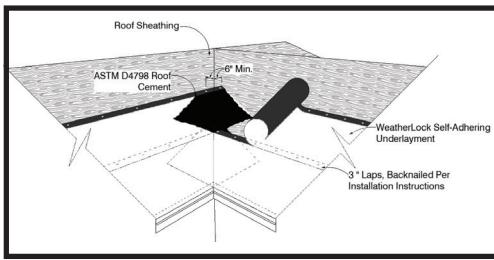

Fig. 3
9. Optional Valley Installation: WeatherLock Specialty Tile & Metal can be installed in a woven pattern in valleys if desired. First install a metal valley liner if required by local code requirements, then install WeatherLock Specialty Tile & Metal. Starting at the eaves, extend each course so the top of the underlayment is minimum 6 inches beyond the valley centerline, alternating on each side of the valley. Lay down a bed of ASTM 4586 roof cement in any areas where the overlying course will be contacting the facer of the underlying course. Continue the alternating pattern to the top of the valley. (See Fig. 3)
9. Instalación opcional en limahoyas: WeatherLock Specialty Tile & Metal se puede instalar en un tejido en las limahoyas si se desea. Primero, instale un revestimiento metálico de limahoya, si así lo requieren los requisitos del código local, luego instale WeatherLock Specialty Tile & Metal. Comenzando en los aleros, extienda cada hilera de modo que la parte superior de la membrana esté al menos 6 pulgadas más allá de la línea central de la limahoya, alternando a cada lado de la limahoya. Coloque un lecho de cemento para techos ASTM D4586 en cualquier área donde la hilera superpuesta entre en contacto con la cara de la hilera subyacente. Continúe el patrón alternado hasta la parte superior del valle. Ver la Fig. 3.